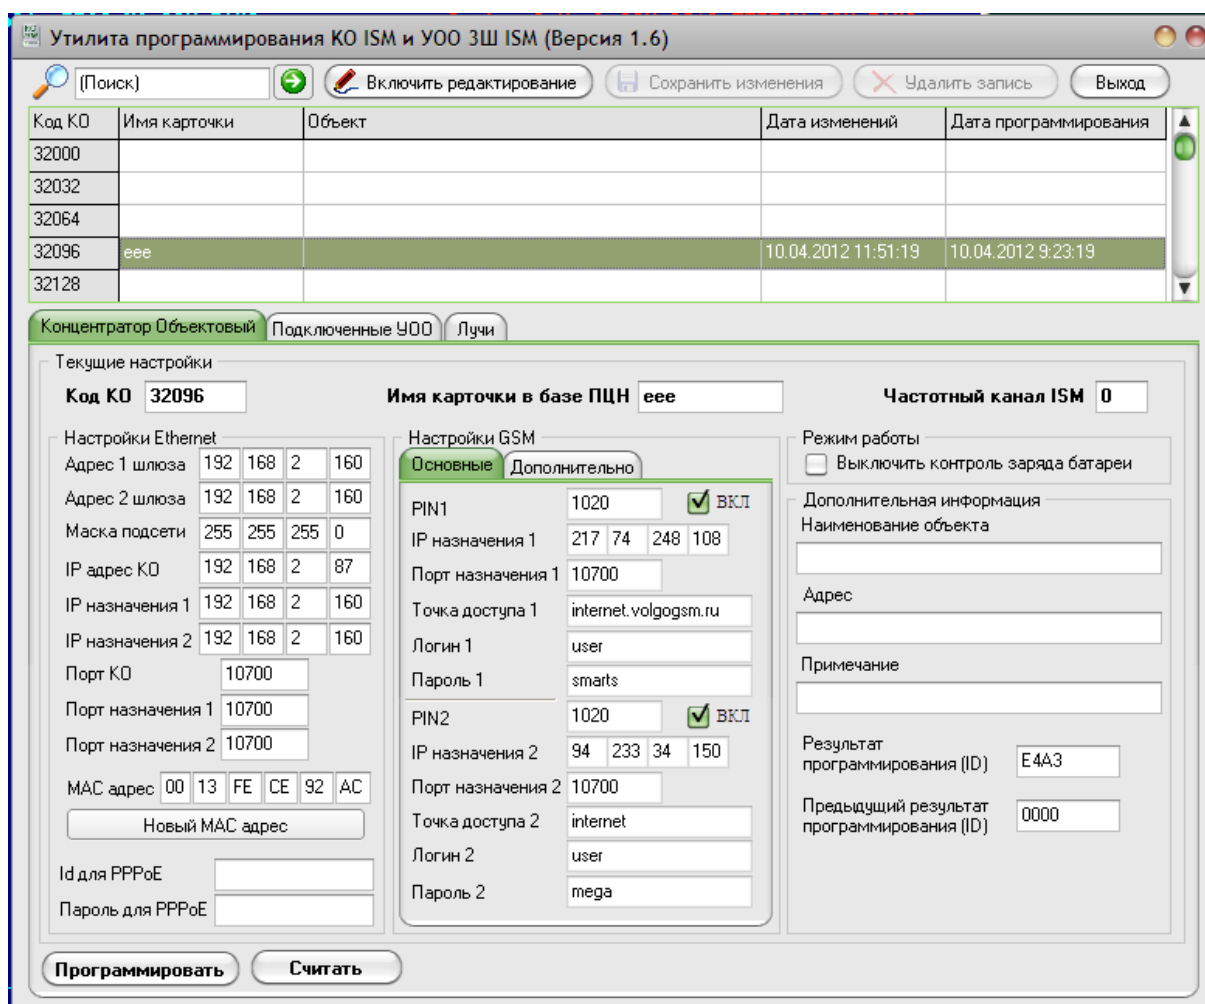

Рисунок 1. Окно программы ProgKO_ISM.exe.
6.4 На компьютере запустите утилиту «ProgKO_ISM.exe» (рисунок 1).